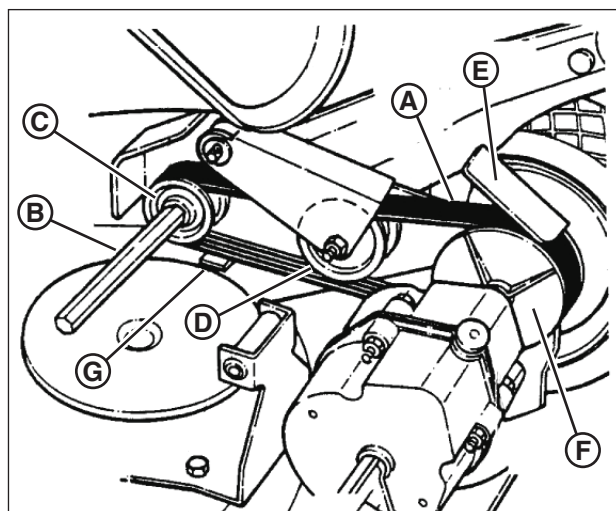

Figure 34: Parcours de la courroie en V
3. Placez la courroie en V (**A, Figure 34**) autour de l'arbre hexagonal (**B**) puis sur la poulie d'entraînement (**C**).